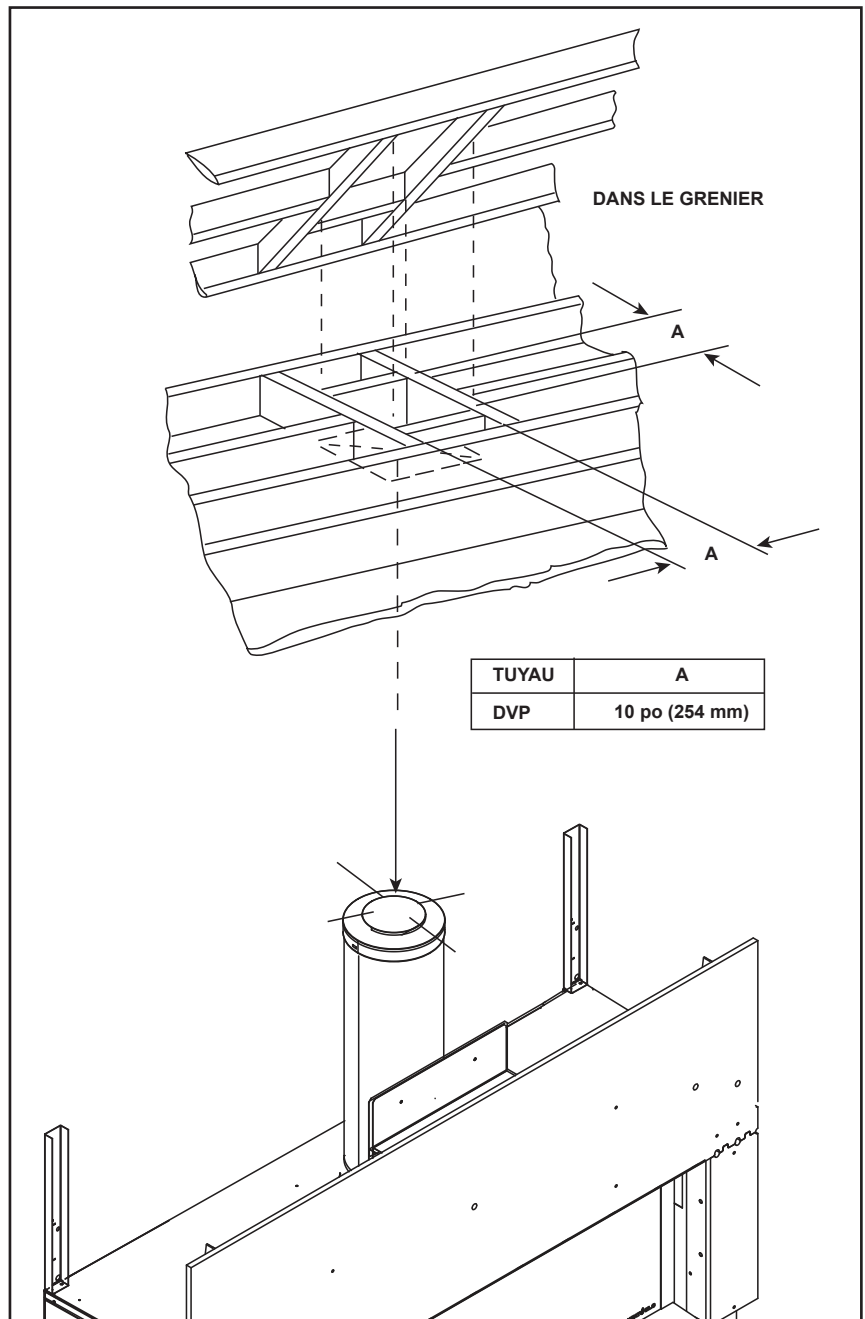

Figure 5.3 Installation du pare-feu du plafond
- **Conduit DVP seulement** – Fabriquez une charpente d'encadrement de 254 x 254 mm (10 x 10 po) chaque fois que le conduit d'évacuation des gaz traverse un plafond/plancher. Voir la Figure 5.3.